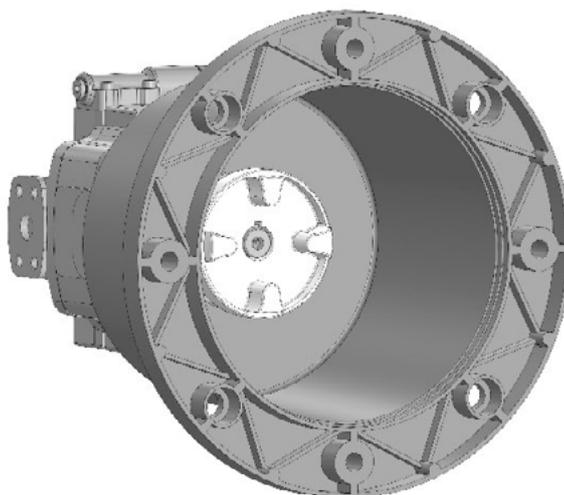
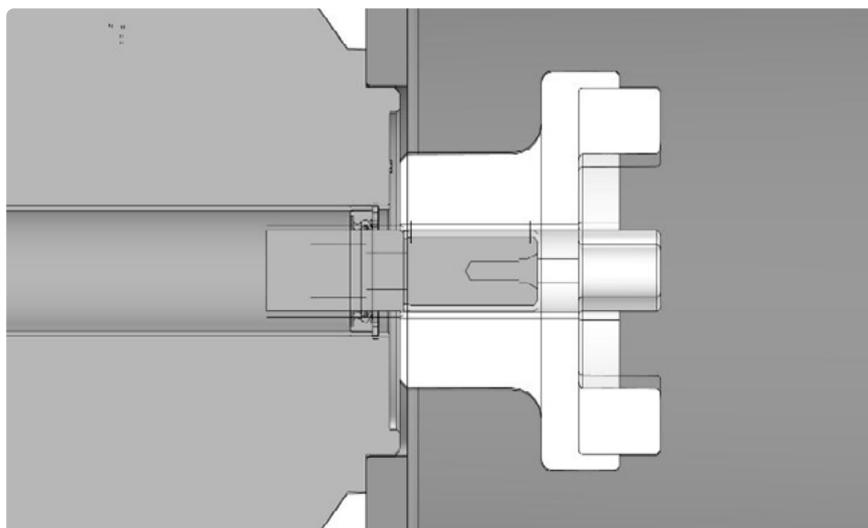

Рис. 6 – Полумуфта короче длины вала.
Рис. 7 - Полумуфта длиннее вала насоса.
1. Когда полумуфта короче длины вала насоса – выставляется на уровне с торцом вала (рис. 6);
2. Когда полумуфта длиннее вала насоса, выставляется с зазором 5-10мм от корпуса насоса (рис. 7);
Расчёт зазора полумуфты для шлицевого вала, будет аналогичен расчёту для конического вала (см. пункт 3.2), за исключением того, что полумуфта на насосе выставляется не путём прижима гайки как на коническом валу, а по скользящей или горячей посадке. Выставляется полумуфта аналогично пункту 3.3. (Рис. 6; Рис. 7). По скользящей полумуфта должна плотно надеваться и оставаться в зафиксированном положении. В случае, когда полумуфта надевается при помощи горячей посадки, её нужно разогреть до $80-90\text{ }^{\circ}\text{C}$, затем надеть на вал насоса, после чего нужно полумуфту охладить, это можно сделать при помощи пневматики или мокрой ветоши.